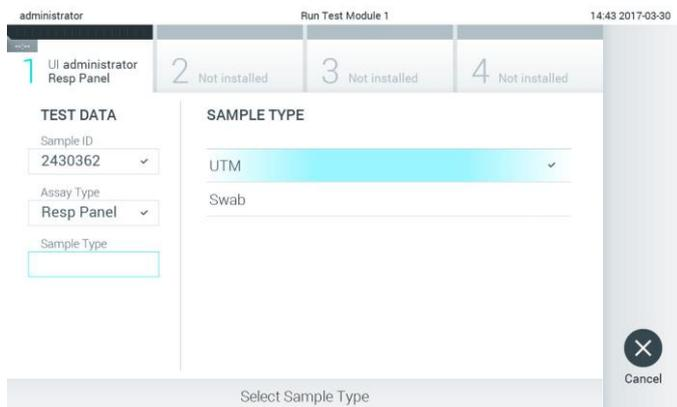

Abbildung 25: Auswahl des Probentyps
4. Wählen Sie gegebenenfalls den entsprechenden Probentyp aus der Liste aus (Abbildung 25).